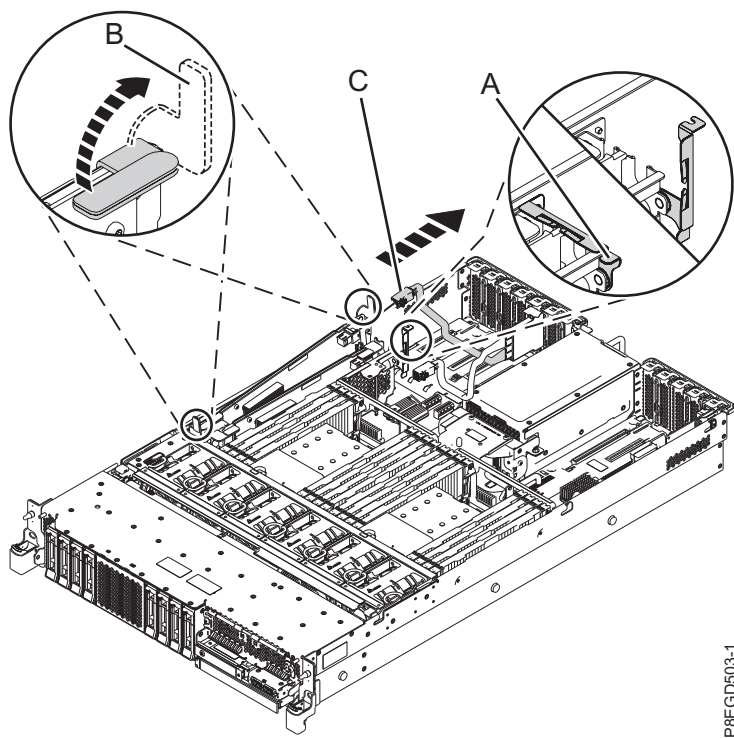

図 3. スロット位置 P1-C14 の SAS RAID 内部アダプターからの背面 SAS ケーブルの取り外し
- e. 6 ページの図 3 に示すように、スロット P1-C14 の SAS RAID 内部アダプター用ケーブル保持ブラケット **(A)** の青いハンドルを押します。
- f. SAS RAID 内部アダプターの青いハンドル **(B)** を、6 ページの図 3 に示されている方向に持ち上げます。
- g. SAS RAID 内部アダプターの青いハンドルを使用して、このアダプターを十分に持ち上げて背面 SAS ケーブル **(C)** を SAS RAID 内部アダプターから取り外します。6 ページの図 3 を参照してください。